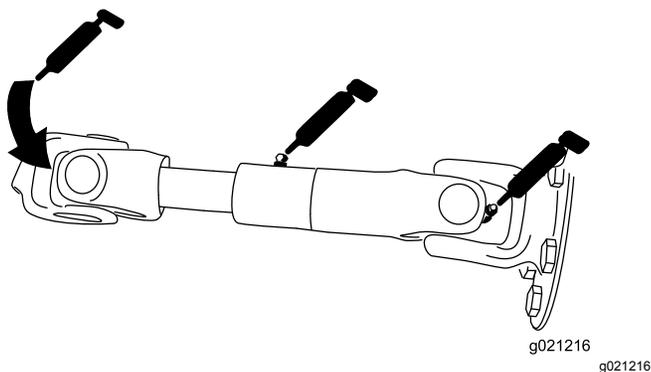

Рисунок 63
- Вал привода насоса (3 шт.) (Рисунок 63)